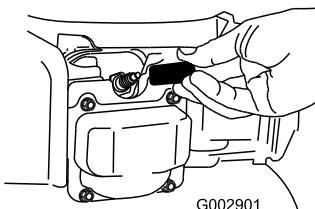

Bild 34
2. Ziehen Sie das Zündkabel von der Zündkerze (Bild 34) ab, bevor Sie Wartungsarbeiten ausführen.